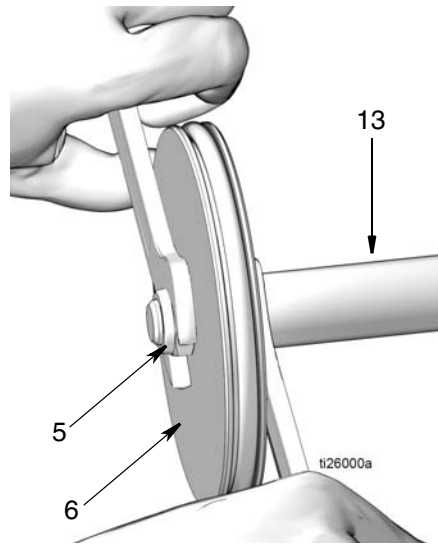

图 20
15. 活塞杆 (13) 和活塞 (6)
- a. 将活塞杆 (13) 和活塞 (6) 拉出气缸 (2) (图 20)。
- b. 使用两个扳手，在相反方向上用力，分开活塞杆 (13) 和活塞 (6)。使用一个开口扳手紧固活塞杆 (6) 的平端，另一个扳手用于松开螺母 (5)，如图 20 所示。